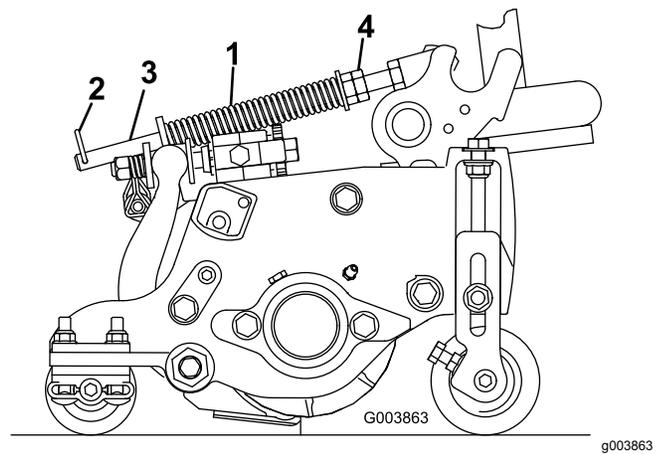

図 14
2. スプリングロッド前部の六角ナットを締めて、スプリング圧縮状態の長さが以下の通りになるようにする5インチカuttingユニットでは 12.7cm7インチカuttingユニットでは 15.9cm 図 14。
ターフ補正スプリングは、カuttingユニットの前から後ろへの「体重移動」を行う働きがあります 図 14。これにより、マーセリングやポビングと呼ばれる「波打ったような」仕上がりを防いでいます。
1. スプリングロッドの後穴にヘアピンコッターを忘れずに取り付けてください 図 14。